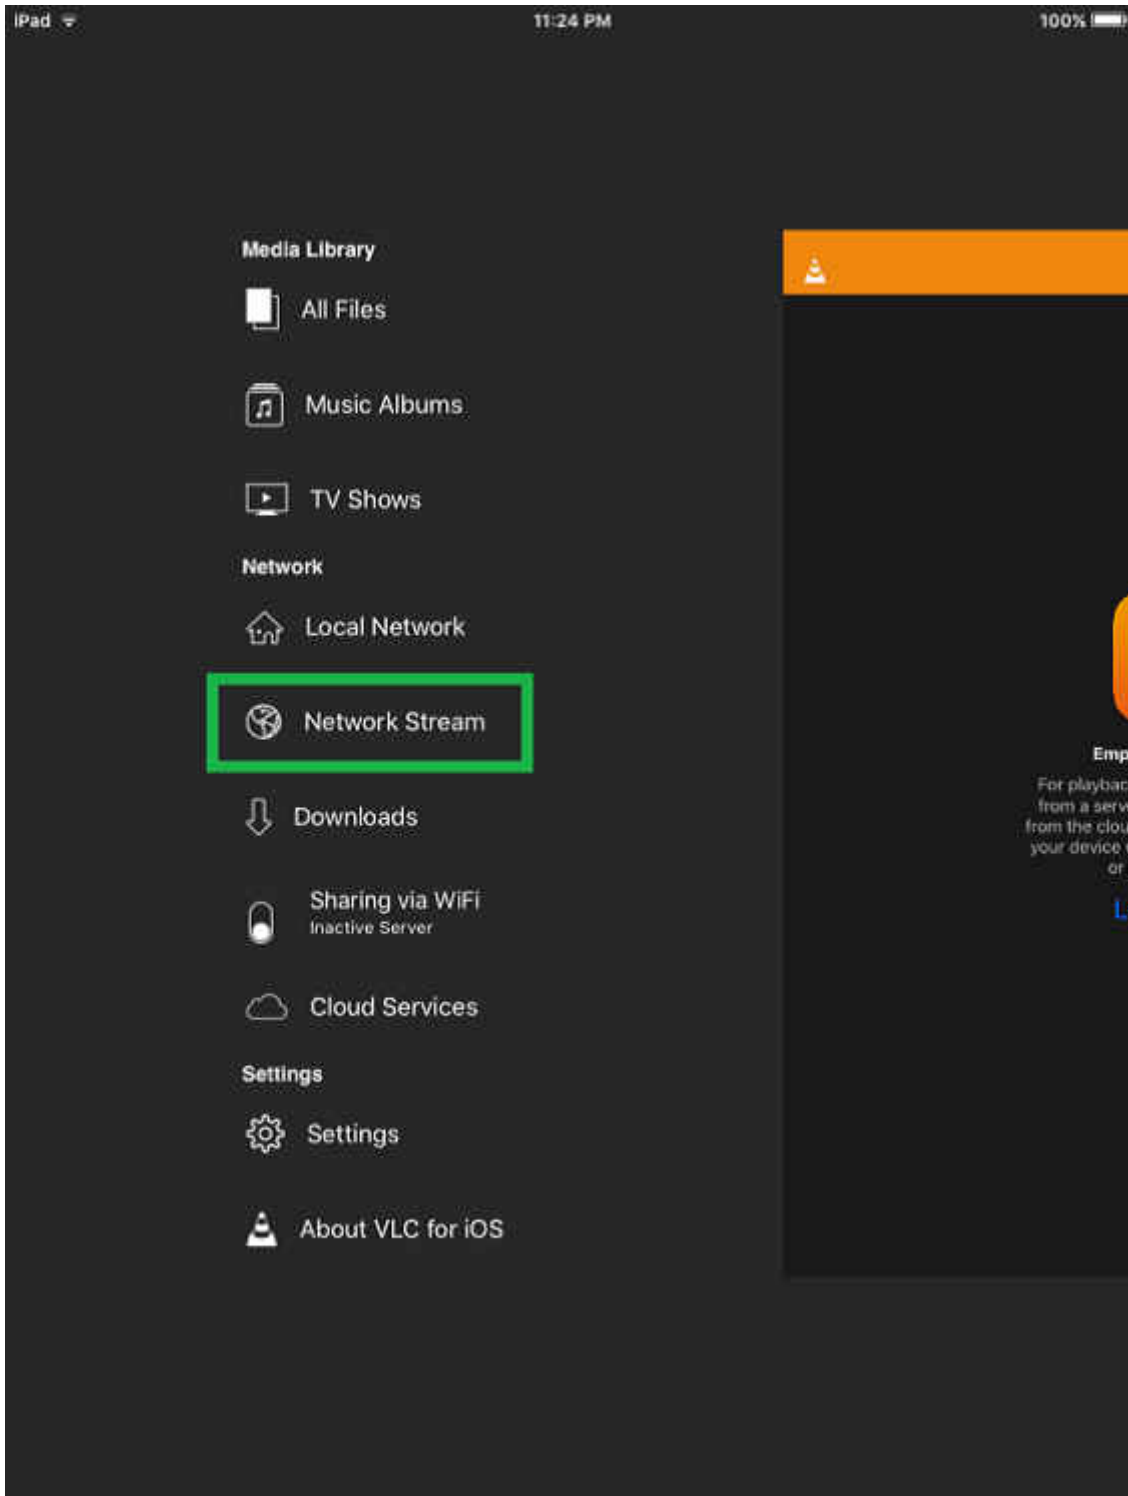

图 3-9. Open Network Stream
2. 运行 VLC 并选择“Open Network Stream”（如图 3-9 所示）。